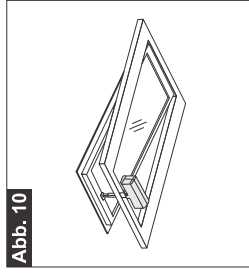

Abb. 10
5.4- KUPPELFENSTER (Abb. 10 und Abb. 38 ÷ 49)
9.3.1- KUPPELFENSTER (Abb. 16 ÷ 18, Abb. 10)